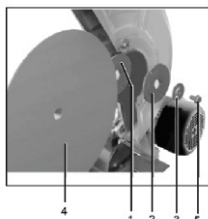

Рис.2
2. Открутите винт фиксации кожуха (8) и сдвиньте кожух, чтобы был доступ к фланцу крепления диска.
3. Открутите болт крепления диска (5), снимите прижимную шайбу (3), внешний фланец (2) и диск (4) (Рис.2)